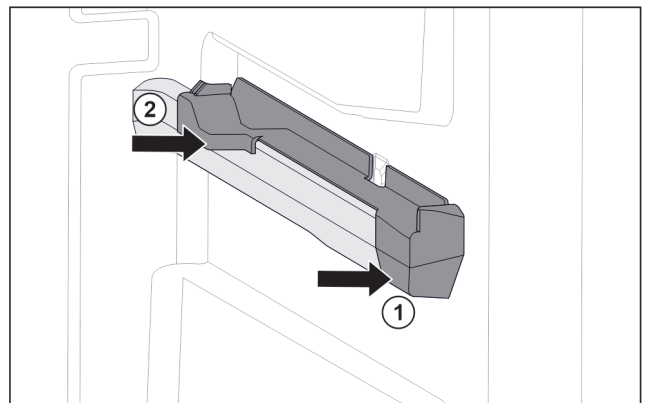

Fig. 119 Élément emboîtable sur la nervure de récipient droite
- ▶ Poser le devant de l'élément emboîtable contre la nervure de récipient. Fig. 119 (1)
- ▶ Enfoncez l'arrière de l'élément emboîtable. Fig. 119 (2)